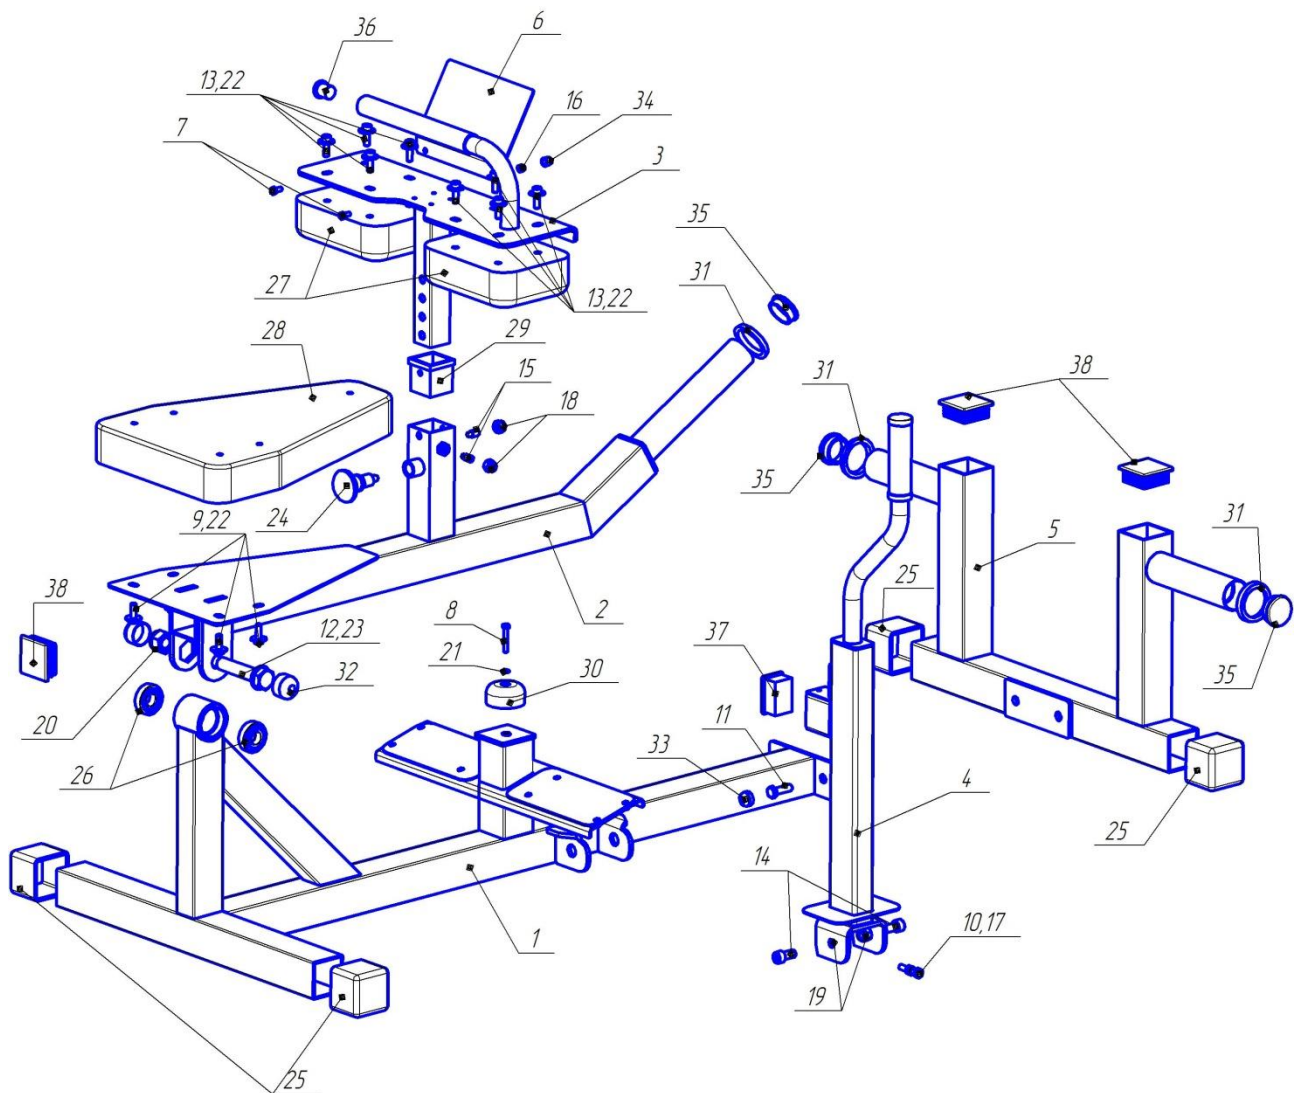

Рис. 4. Схема сборки тренажёра.
9. Поз.3 (Упор) 1шт. установить в поз.29 (Переходник 40х50) 1шт сориентировав отверстия упора в соответствии с рис.4. Зафиксировать поз.3 (Упор) на необходимой высоте при помощи поз.24 (Фиксатор пружинный).